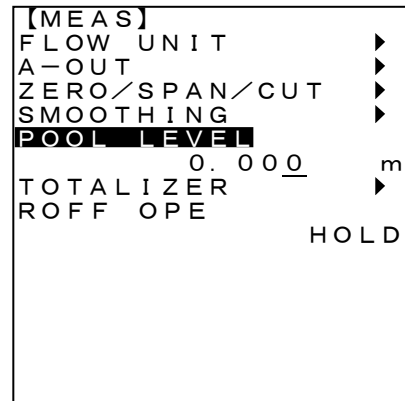

図4-9
- (2) <ENT>キーを押し設定値を変更できる状態にします。(図4-9)